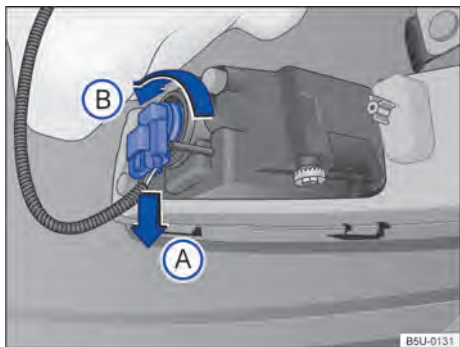

Fig. 173 Atrás do para-choque dianteiro: acesso à lâmpada incandescente do farol de neblina.
2. Desencaixar o conector de alimentação da lâmpada → Fig. 173 no sentido da seta (A), pressionar, ao mesmo tempo, a trava de fixação do conector.
3. Girar o soquete da lâmpada → Fig. 173, no sentido anti-horário da seta (B), e desencaixá-lo do alojamento.